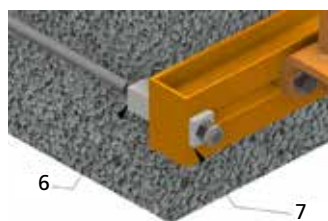

fig.40
5. Controllare il corretto posizionamento dei quattro quadri di contrasto 6, verificando che le corone di centraggio 7 siano ben assestate nelle rispettive sedi delle staffe anteriori (fig. 40).